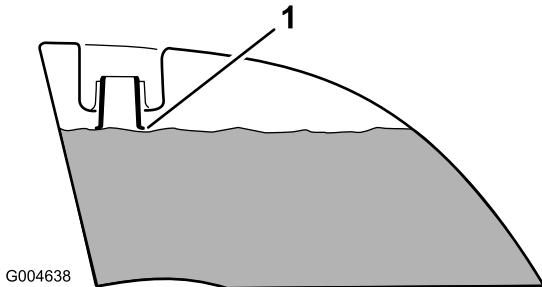

Figure 41
4. Remplissez les deux réservoirs de carburant jusqu'à ce que le niveau atteigne de la base du goulot de remplissage (Figure 41). **Ne remplissez pas excessivement les réservoirs de carburant.**